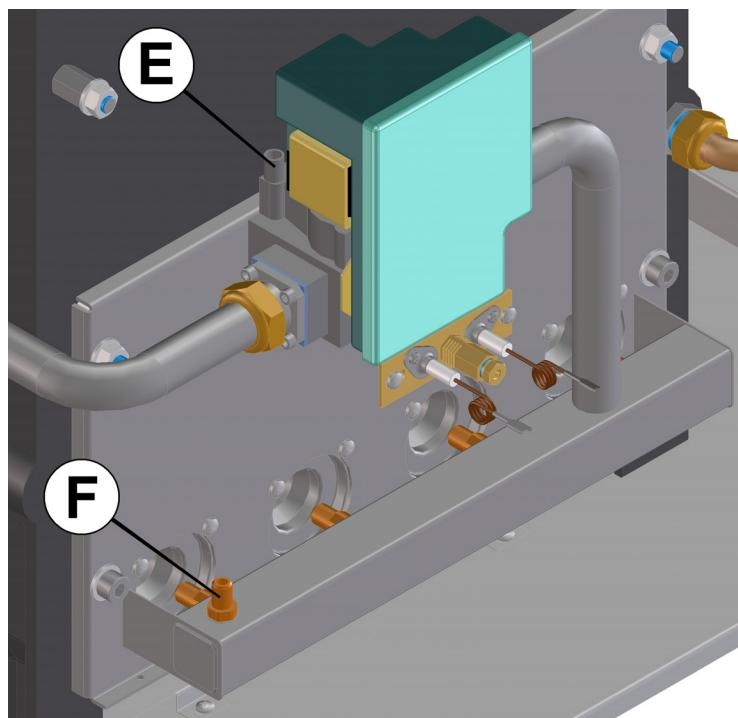

Fig. 8.2
- A caldaia spenta (fuori servizio), controllare con un manometro la pressione di alimentazione utilizzando la presa pressione ingresso valvola gas (E in fig. 8.2) e confrontare il valore letto con quelli riportati nella tabella **Pressioni di alimentazione gas** al capitolo 4.4 per i modelli CH-PE e al capitolo 4.6 per i modelli WT100.
- Richiudere bene la presa di pressione (E)**
- Posizionare la regolazione di temperatura riscaldamento (B in fig. 8.1) al massimo. Premere il pulsante acceso/spento della caldaia (A in fig. 8.1), il termostato ambiente deve essere su «richiesta calore». Controllare la massima portata di gas al contatore secondo la tab. 8.1; per controllare il valore di pressione utilizzare la presa di pressione sul bruciatore (F in fig. 8.2) e confrontare quest'ultimo valore con quelli riportati in tab. 8.1.
- When the boiler is off (not being used), use a gauge to check feed pressure using the gas valve inlet pressure tap (E in fig. 8.2) and compare the value read with those in the **gas feeding pressures** chapter 4.4 for the CH-PE model and chapter 4.6 for the WT100 model.
- Reclose the pressure tap firmly (E)**
- Put the central heating temperature adjustment on maximum (B in fig. 8.1). Press the boiler's ON/OFF push button (A in fig. 8.1). The room thermostat must be on «heat request». Check maximum gas flow rate on the meter according to tab. 8.; to check the pressure value use the pressure tap on the burner (F in fig. 8.2) and compare the latter value with those in tab. 8.1.
- Con la caldera apagada (fuera de uso), controlar por medio de un manómetro la presión de alimentación, utilizando la toma de presión a la entrada de la válvula de gas (E en la fig. 8.2) y comparar el valor leído con los de la tabla **Presiones de alimentación de gas** en el capítulo 4.4 para el mod. CH-PE y en el capítulo 4.6 para el mod. WT100.
- Cerrar perfectamente la toma de presión (E)**
- Colocar la regulación de temperatura para calefacción (B en la fig. 8.1) en el máximo. Presionar el botón de encendido/apagado de la caldera (A en la fig. 8.1), el termostato de ambiente debe estar colocado en »demanda de calor». Controlar el máximo caudal de gas hacia el contador según las tab. 8.1; para controlar el valor de presión utilizar la toma de presión en el quemador (F en la fig. 8.2) y comparar este último valor con los de las tab. 8.1.
| 7 Richiudere bene la presa di pressione (F in fig. 8.2). | 7 Close the pressure tap well (F in fig. 8.2) | 7 Cerrar debidamente la toma de presión (F en la fig. 8.2) |